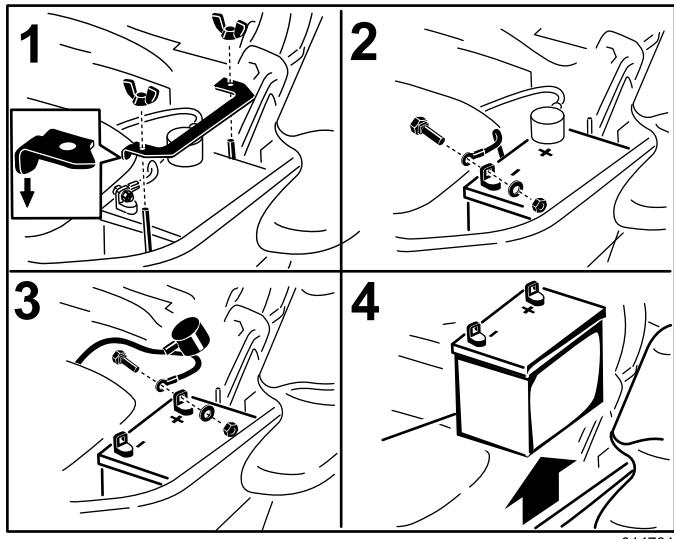

Figure 48
3. Commencez par débrancher le câble négatif (noir) de la borne négative (-) (noire) de la batterie (Figure 48).
- Enlevez le capuchon rouge de la borne positive (rouge) de la batterie et débranchez le câble positif (+)(rouge) (Figure 48).
- Retirez l'écrou à oreilles qui fixe la barrette de maintien de la batterie (Figure 48).
- Déposez la barrette de maintien (Figure 48).
- Placez la batterie dans son support en tournant les bornes à l'opposé du réservoir hydraulique (Figure 48).
- Fixez les câbles avec 2 boulons, 2 rondelles et 2 contre-écrous (Figure 48).
- Reposez la barrette de maintien et fixez-la avec l'écrou à oreilles (Figure 48).